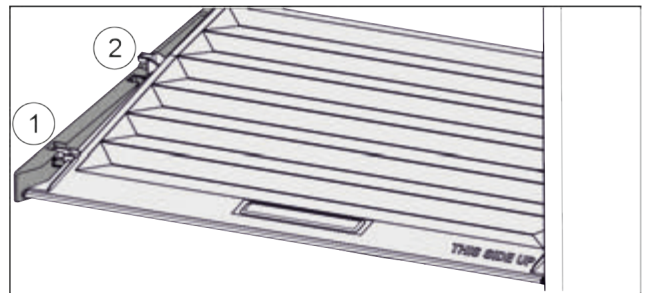

Fig. 75
- ▶ Кришку до отвору в деталях для підтримки потягнути вперед Fig. 75 (1).
- ▶ Підняти ззаду знизу та вийняти Fig. 75 (2) вгору.